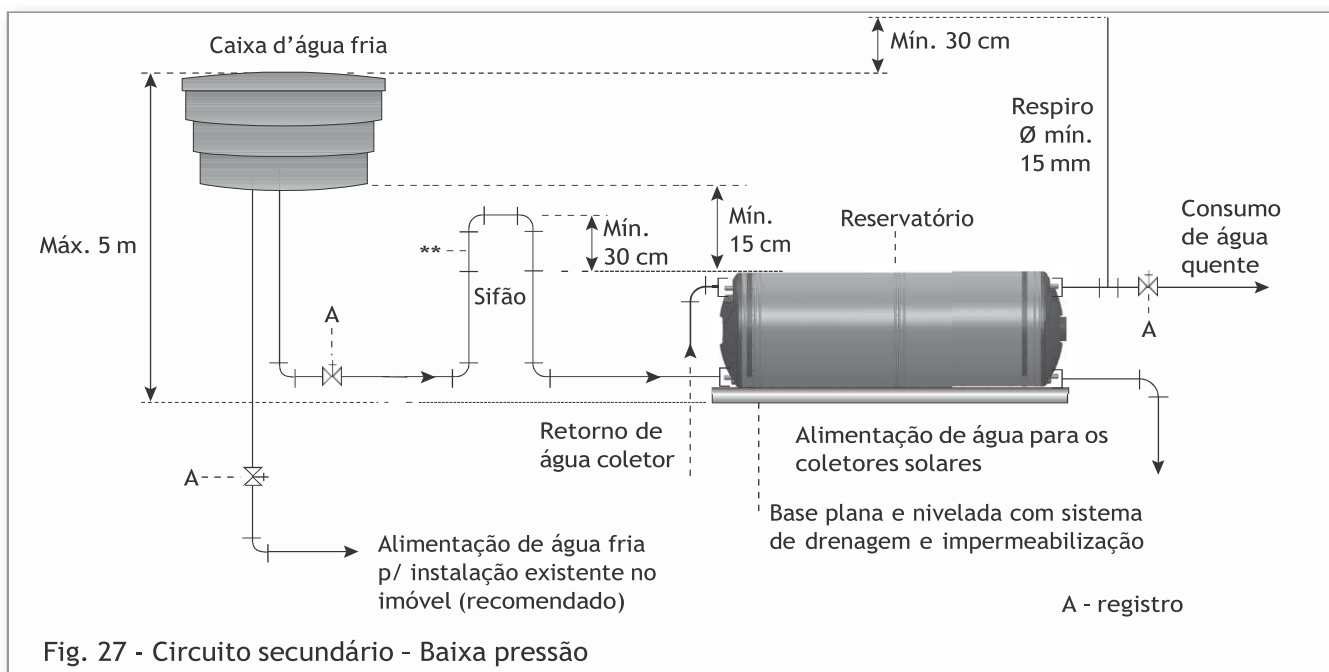

Fig. 27 - Circuito secundário - Baixa pressão
- Nos sistemas de baixa pressão é obrigatório o uso do tubo de respiro ou dispositivo de alívio de pressão e quebra-vácuo equivalente (fig. 27 e 28).
► Na tubulação de consumo de água quente, próximo ao reservatório térmico, deve haver um tubo de respiro para controlar a pressão em seu interior (Fig. 27). O tubo deve ultrapassar em no mínimo 30cm o nível da altura máxima da caixa de alimentação de água fria e nunca estar imerso na água, tal contato poderia provocar uma circulação por termossifão entre o reservatório térmico e a caixa d'água, resultando no aquecimento da mesma e conseqüentemente a perda de rendimento do sistema.
► Na tampa lateral do reservatório térmico, onde está localizado o sistema de apoio elétrico (resistência), está o tubo superior que deve ser utilizado como saída para consumo de água quente (Fig. 27).
► Respeitar a altura máxima de 5 metros entre a base do reservatório térmico e o topo da caixa d'água fria (fig. 27).